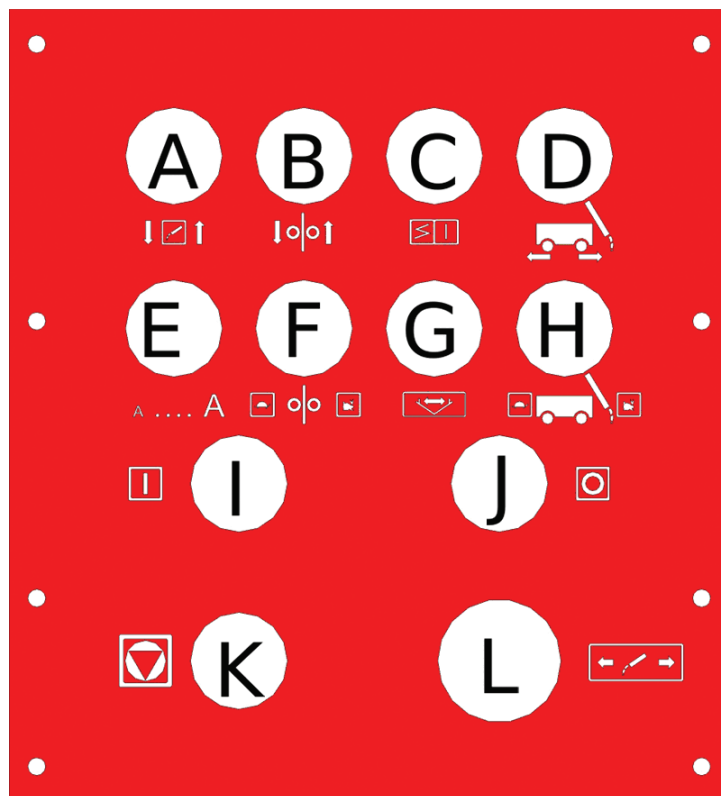

Рис. 5.1
5.1 Подвесной пульт управления с ограниченной функциональностью – (Рис. 5.1.)